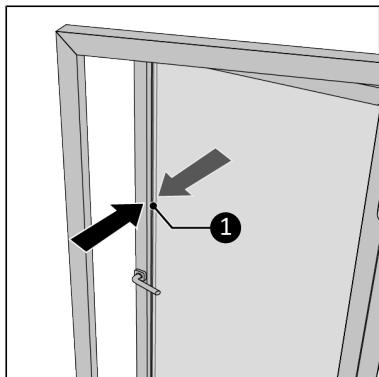

Figuur 32.
17. Vul de open ruimtes (Figuur 32, pos. 1) met het meegeleverde isolatieschuim (Figuur 32, pos. 2). Snijd het schuim waar nodig weg*.